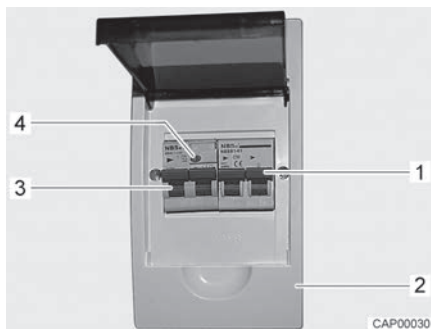

Bild 106 230 V-säkringslåda med ledningsskyddsbrytare och RCD (huvudbrytare)
- Stäng av RCD (huvudbrytare, Bild 106,3) i säkringslådan (Bild 106,2).
- Koppla på Den RCD (huvudbrytare, Bild 106,3) i säkringslådan.
- När fordonet är anslutet till 230 V-försörjningen, tryck på kontrollknappen (Bild 106,4) på RCD (Bild 106,3) i säkringslådan (Bild 106,2). RCD måste lösa ut.
- Slå på RCD-brytaren (Bild 106,3) igen.